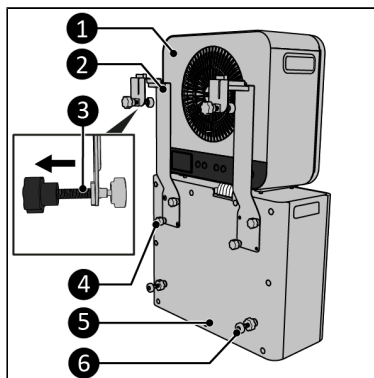

Figure 71.
1. Placez l'unité intérieure (Figure 71, pos. 1) librement sur l'unité extérieure (Figure 71, pos. 5).
2. Retirez les quatre capuchons de vis (Figure 71, pos. 4).
3. Fixez les deux supports inférieurs pour caravane (Figure 71, pos. 2) à l'unité extérieure en serrant deux vis par support (Figure 71, pos. 3).
4. Assurez-vous de visser à fond les boulons d'ajustement (Figure 71, pos. 3).
5. Fixez les entretoises (Figure 71, pos. 6) à l'unité extérieure (Figure 71, pos. 5).
13. Assurez-vous que l'unité extérieure est de niveau en ajustant l'entretoise des vis d'écartement (Figure 71, pos. 6).